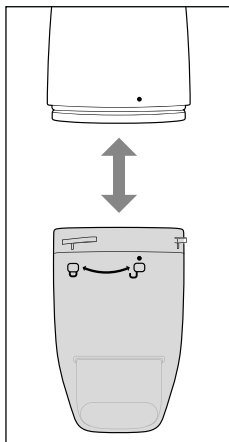

Fig. 7
2. Når du tager støvbeholderen ❸ af produktet, skal den vende nedad (se fig. 7).